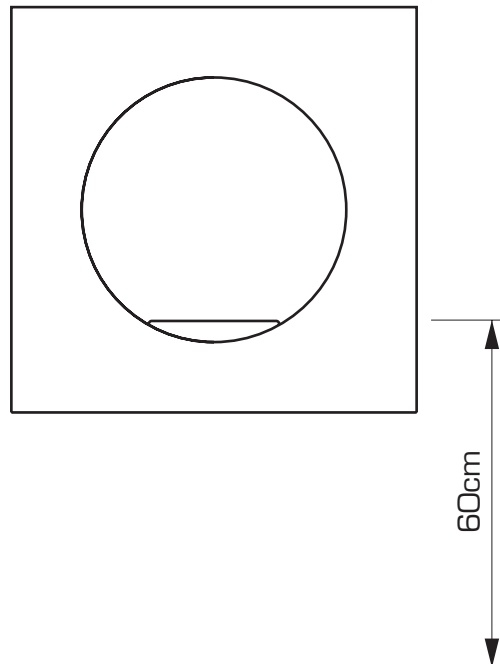

Abb. 4
- Es wird eine Befestigungshöhe von 0,6m (Unterkante Brennraumöffnung zum Boden) empfohlen (siehe Abb. 4).